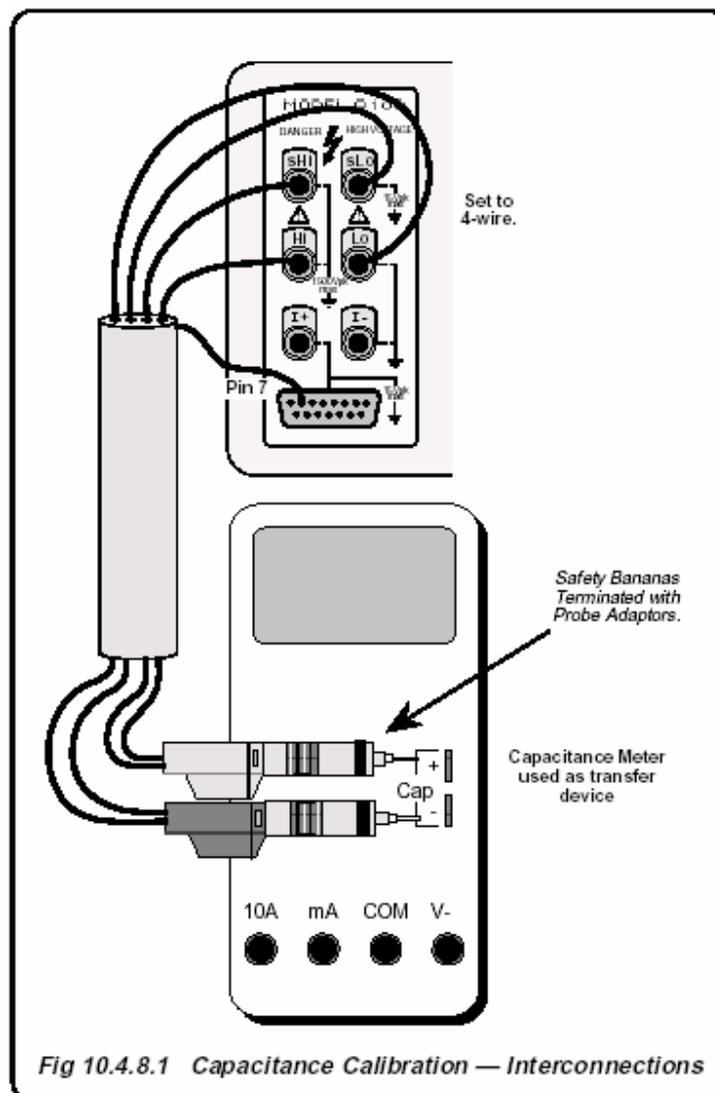

Рис. 10.4.8.1 Калибровка емкости — межсоединения
- 1. Соединения** Убедитесь, что калибратор 9100 соединен с измерителем емкости как показано на Рис. 10.4.8.1, и оба прибора включены и прогреты.